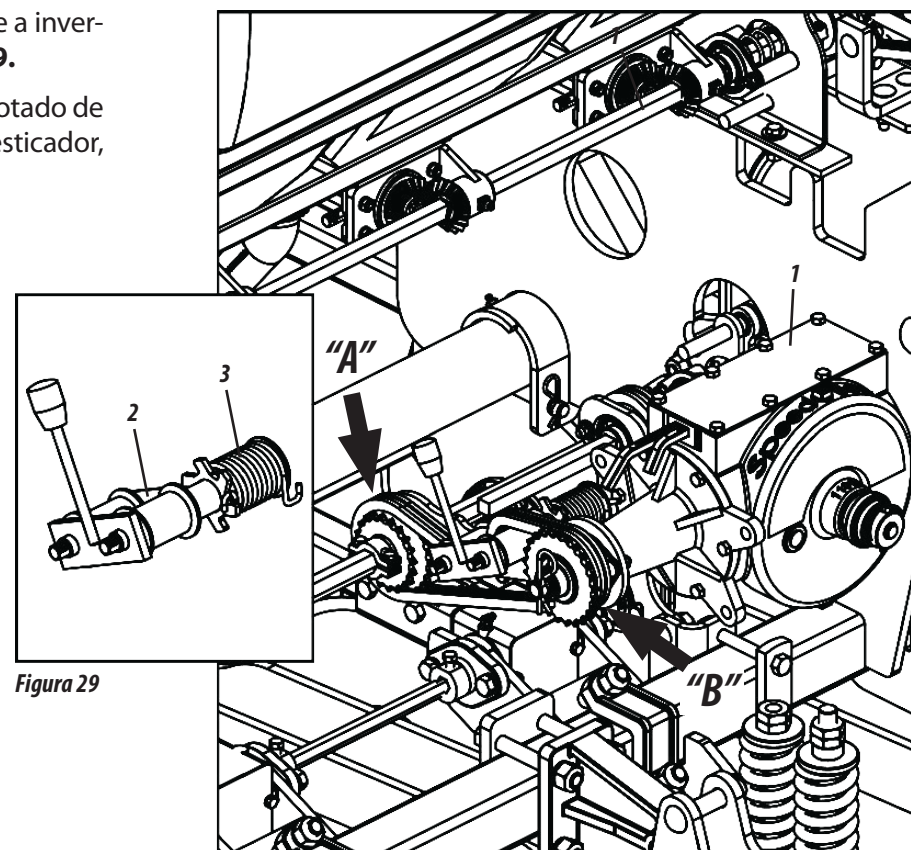

Figura 29
REGULAGEM PARA DISTRIBUIÇÃO DE SEMENTES (FIGURA 29)
- 1- A regulagem da semente é feita através da *Speed Box* (1). Para obter mais regulagens efetue a inversão da corrente nas engrenagens motora "A" e movida "B", conforme mostra a figura 29.